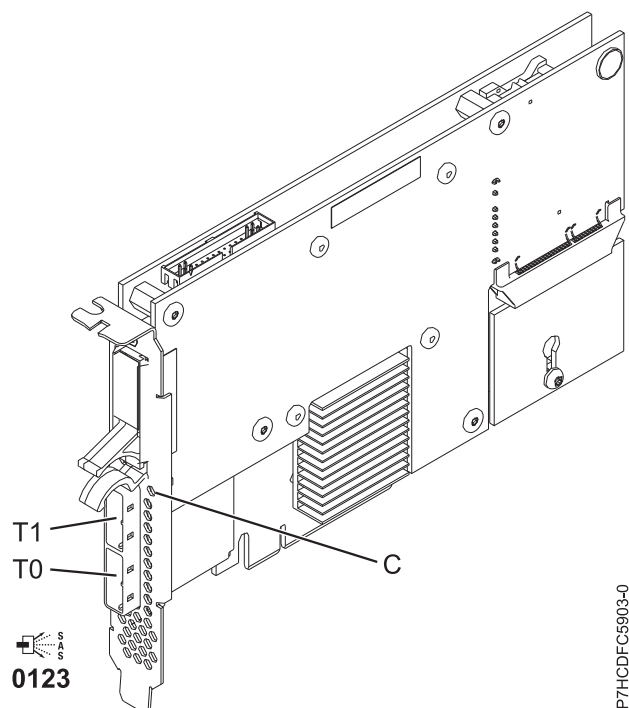

図 87. PCIe デュアル x4 3 Gb SAS RAID アダプター
5903 または 5805 には、キャッシュ・データが存在する場合に明滅する LED (307 ページの図 87 の (C)) が装備されています。キャッシュ・データ表示 LED は、アダプターの上のキャッシュにデータが存在する可能性がある場合に明滅します。キャッシュ・データ表示 LED が明滅している場合は、キャッシュ・
バッテリー・パックを取り替えないでください。この LED の明滅中に取り替えると、キャッシュ・データが失われます。このアダプターのキャッシュ・データ表示 LED の場所は、図 87 で確認してください。